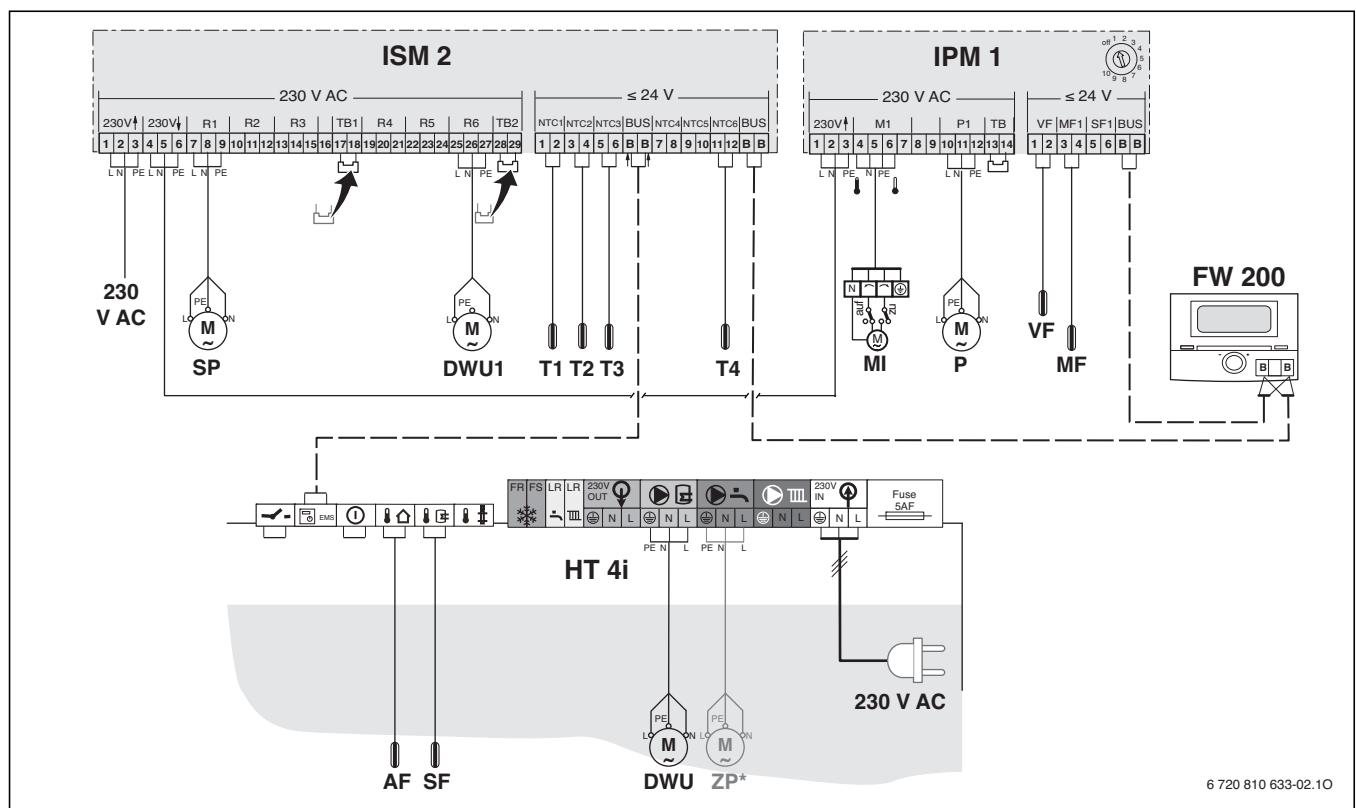

Bild 3 Schaltplan zum Anlagenschema (Legende -> Bild 1)
- ▶ Externes 3-Wege-Ventil gemäß Schaltplan (Bild 3) so anschließen, dass im stromlosen Zustand der Heizkreis offen ist.